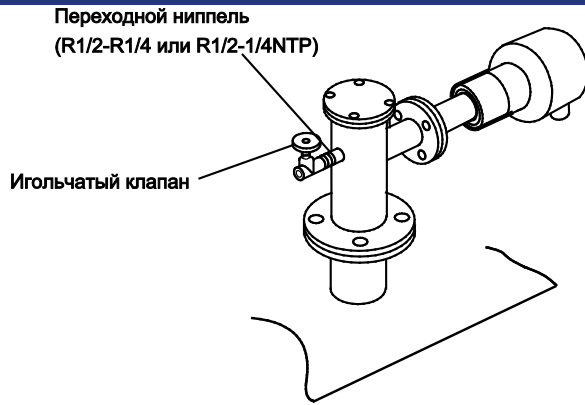

Рисунок 4.4 Установка игольчатого клапана для ограничения выпускаемого потока измеряемого газа (пробы)
- При использовании датчика для высоких температур, когда давление измеряемого газа превышает 0,49 кПа, рекомендуется на выходе измеряемого газа в адаптере зонда для высоких температур использовать игольчатый клапан (дроссель) (Смотрите Раздел 4.1.4, Рисунок 4.4 «Установка игольчатого клапана для ограничения выпускаемого потока измеряемого газа (пробы)»).
- При использовании датчика для высоких температур, когда давление измеряемого газа превышает 0,49 кПа, рекомендуется на выходе измеряемого газа в адаптере зонда для высоких температур использовать игольчатый клапан (дрессель) (Смотрите Раздел 4.1.4, Рисунок 4.4 «Установка игольчатого клапана для ограничения выпускаемого потока измеряемого газа (пробы)»).